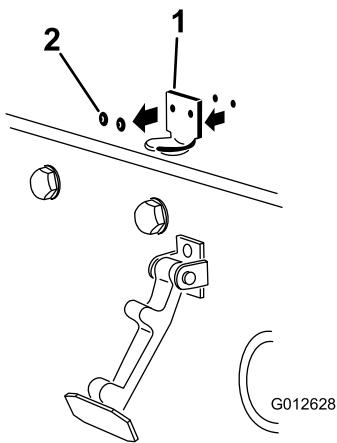

Figura 12
- Retire los 2 remaches que sujetan el cerradero del capó al capó (Figura 12). Retire el cerradero del capó.